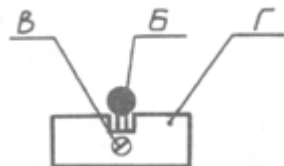

Рисунок 4 - Схема настройки прицельного приспособления
- 8.11 Перед эксплуатацией пистолет следует привести к нормальному бою, т.е. отрегулировать прицельное приспособление. Эту работу рекомендуется проводить в следующем порядке (рисунок 4):
- 3) подготовить пистолет к стрельбе, прицелиться (рисунок 4) и произвести несколько выстрелов по мишени с выбранной Вами дистанции;